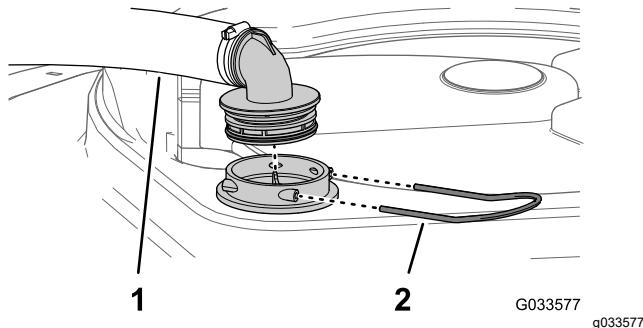

Bild 58
2. Nehmen Sie oben am Sprühbehälter den Halter ab, mit dem das Schlauchanschlussstück befestigt ist, das am dicken Schlauch und dem Filtergehäuse angeschlossen ist (**Bild 58**).
3. Nehmen Sie den Schlauch und das Schlauchanschlussstück vom Filtergehäuse ab (**Bild 58**).